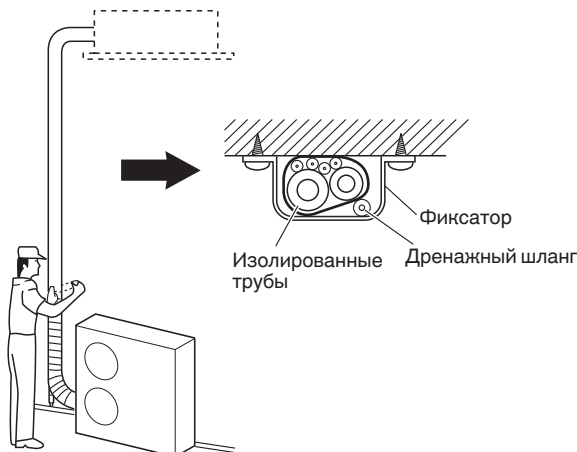

Рис. 5-9
- (1) На данном этапе трубы хладагента (и электрическую проводку, если это разрешено местными правилами) следует обмотать вместе бронелентой в 1 связку. Чтобы предотвратить перелив конденсата через края дренажного поддона, проложите дренажный шланг отдельно от трубопровода хладагента.
- (2) Наматывайте бронеленту от нижней части внешнего блока до верхней части трубопровода, где он входит в стену. Во время обматывания трубопровода перекрывайте половину каждого предыдущего витка ленты.
- (3) Прикрепите связку трубопровода к стене, используя по 1 фиксатору приблиз. через каждый метр. (Рис. 5-9)